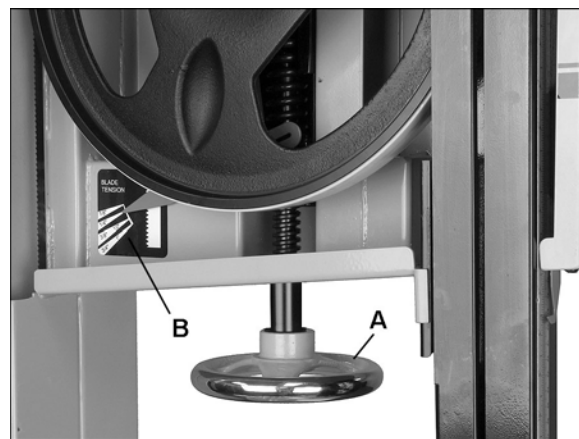

Рис. 20.
5. Поворачивайте маховик натяжения (А, Рис. 20) пока указатель (В) не будет расположен на отметке шкалы, равной ширине установленного пильного полотна.